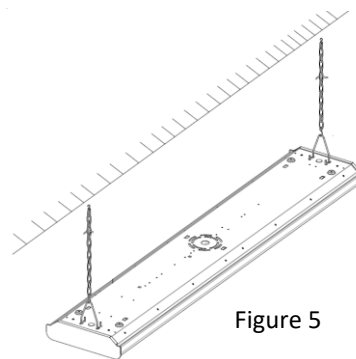

Figure 5
- C. Attach the chain to the supplied V-hanger and hook the V-hangers through the appropriate holes at each end of the fixture (Fig 5).
- C. Rattacher la chaîne dans le support en V inclus et accrocher les supports en V dans les trous correspondants à chaque extrémité du luminaire (Fig. 5).